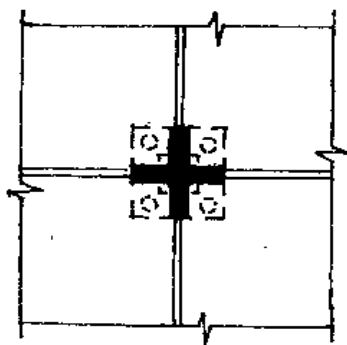

图 2-51 十字垫层
1) 准备工作: 在下层柱顶楼面上, 根据角柱定出上层的位置, 弹好线, 用 1:1 超早强水泥砂浆做好十字垫层 (图 2-51)。检查柱子型号、预埋件位置、浆锚孔的贯通, 弹好柱的中心线, 每根柱上套好临时固定用的柱箍。